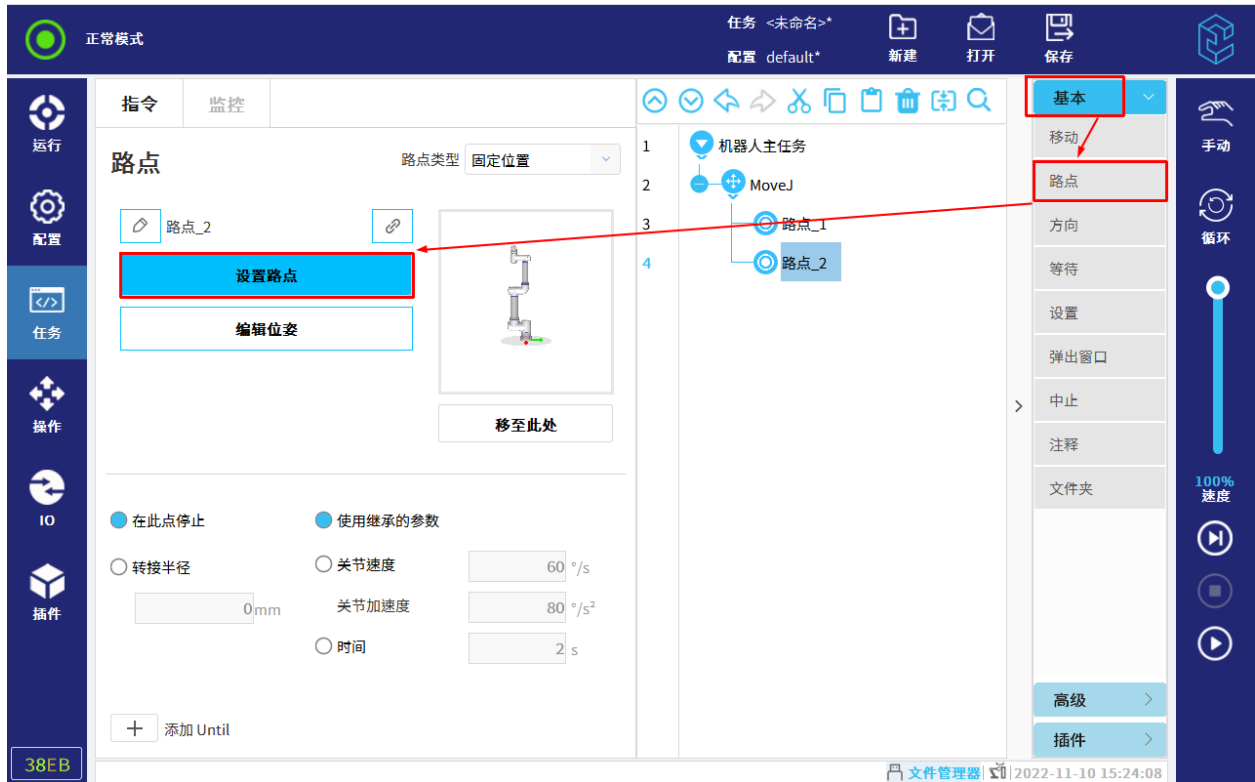

图 12-9 路点
路点是机器人路径上的点，是机器人任务的核心要素，用于记录机器人到达的目标点位的节点，如图 12-9 所示。
5. 设置完成后，路点节点以蓝色显示，如图 12-9 所示。